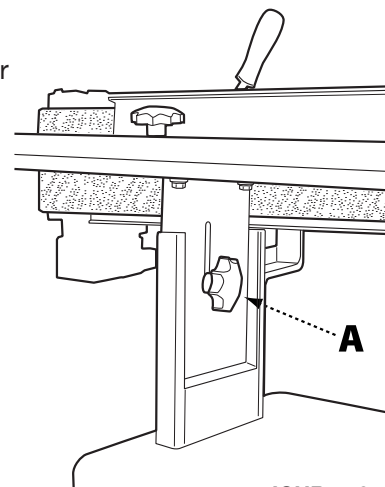

FIGURE 12
1. Il y a deux boutons de verrouillage d'élévation de la hauteur (A), soit de chaque côté du support de la table, illustré à la Figure 12. Desserrez les deux boutons de verrouillage, juste assez pour permettre à la table de ponçage de se déplacer vers le haut et vers le bas.